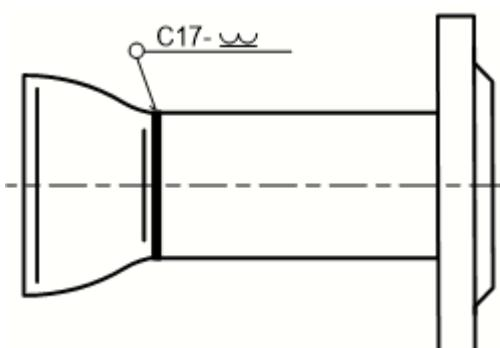

Рис.7. Прямолинейный отрезок трубы с концентрическим переходом.
- 3.3.2.4. Если монтаж выполняется в трубопровод с  $DN$  большим, чем  $DN_{\text{ППР}}$ , к противоположным концам отрезков труб следует приварить концентрические переходы (рис.7).